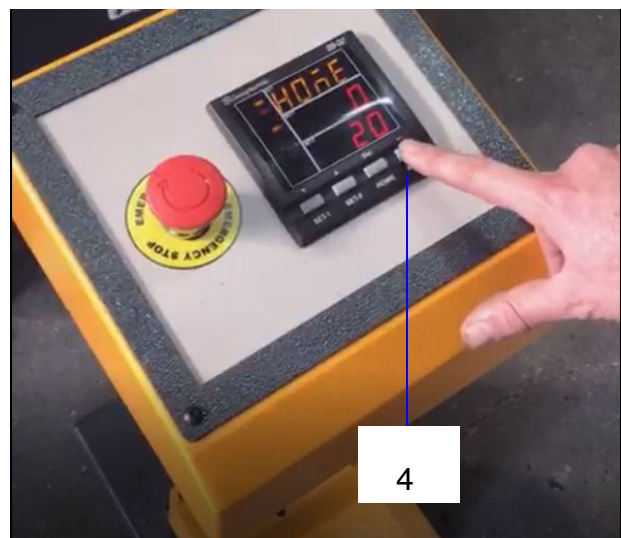

Abb. 17: Betätigung der Taste 4
Schritt 4: Drücken Sie die Taste 4 auf dem Bedienfeld (Abb.17).